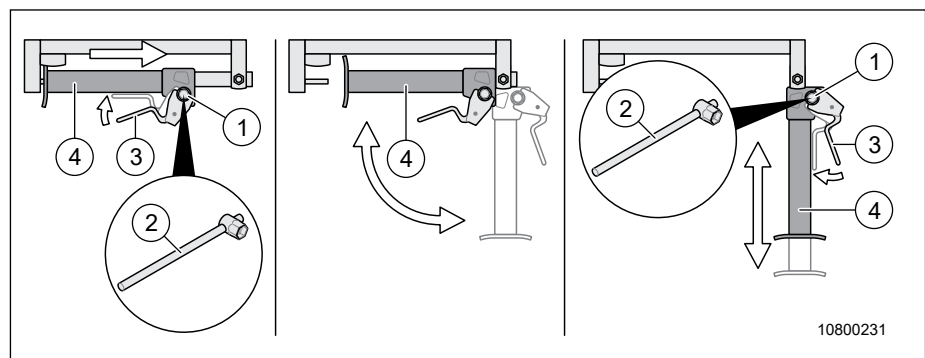

Fig. 27 Béquilles arrière à actionnement manuel
1. Desserrer (Fig. 27, Pos. 2) le serrage (Fig. 27, Pos. 1) avec une clé hexagonale.
2. Pousser le levier (Fig. 27, Pos. 3) vers le haut et le maintenir dans cette position.
3. Glisser la béquille (Fig. 27, Pos. 4) complètement en direction de l'essieu arrière.
4. Pivoter la béquille (Fig. 27, Pos. 4) vers le bas.
5. Sortir la béquille (Fig. 27, Pos. 4) jusqu'au sol.
6. Desserrer le levier (Fig. 27, Pos. 3) .
7. Serrer à fond le serrage (Fig. 27, Pos. 1) , Pos. 1) avec une clé hexagonale (Fig. 27, Pos. 2)